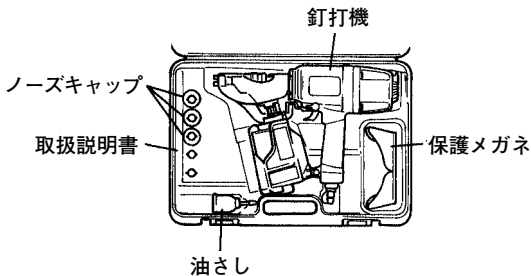

図 32
- 作業後は内部にごみ、ほこりが入らないよう、ダストキャップをエアプラグにさし込み、ケースに入れて保管してください。ケースには図 32 のように入れてください。